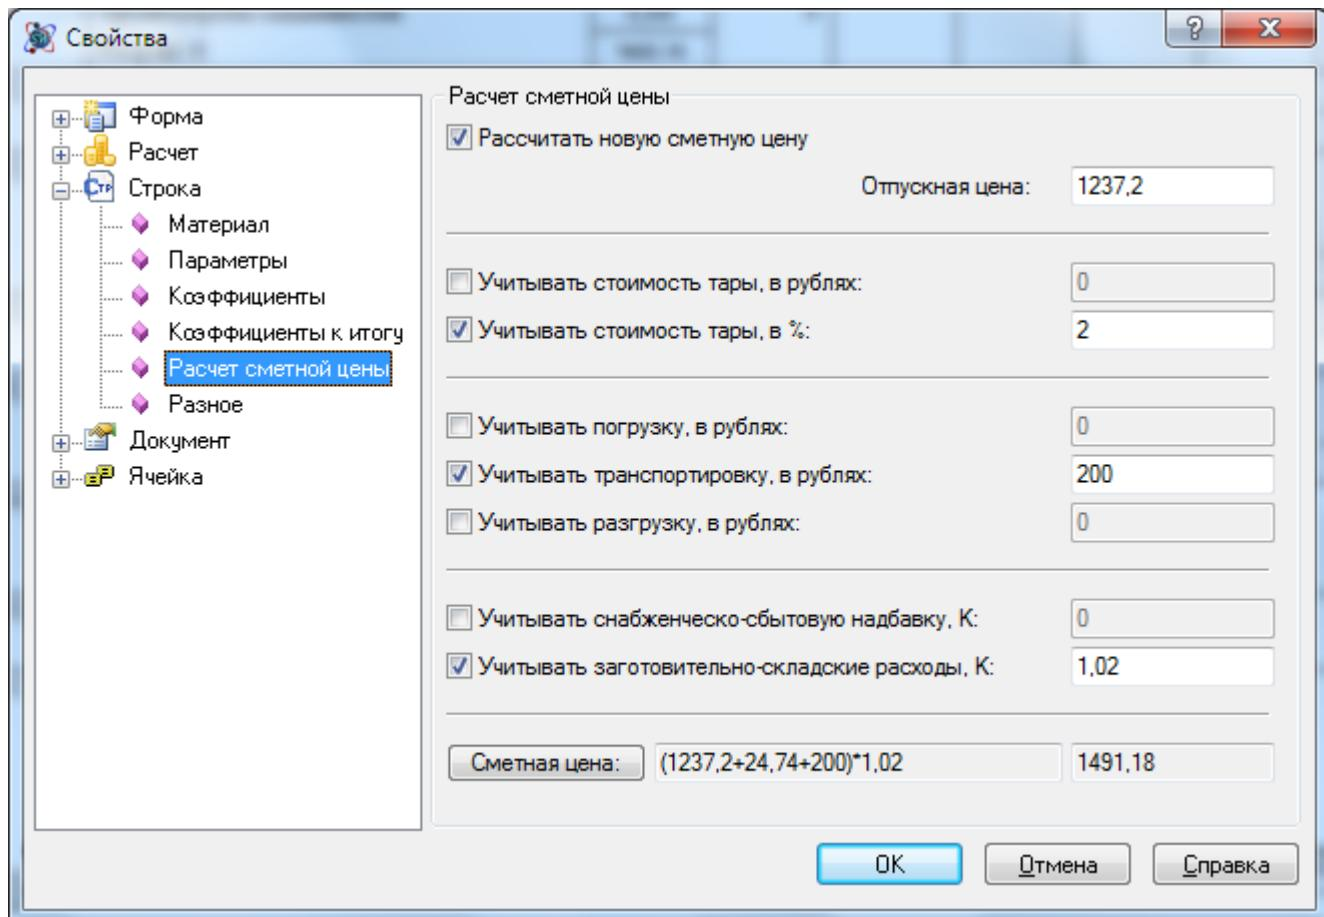

Рис. 6.47 Диалоговое окно Свойства, раздел Стока/Расчет сметной цены
2. Перейти в раздел Стока/Расчет (рис. 6.47) сметной цены диалогового окна *Свойства*;